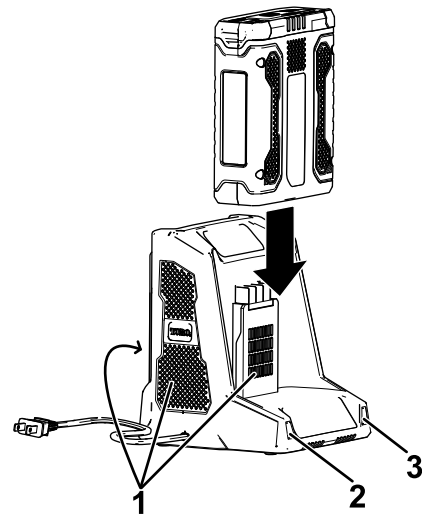

**Figura 9**
2. Alinee el hueco de la batería (Figura 9) con la lengüeta del cargador.